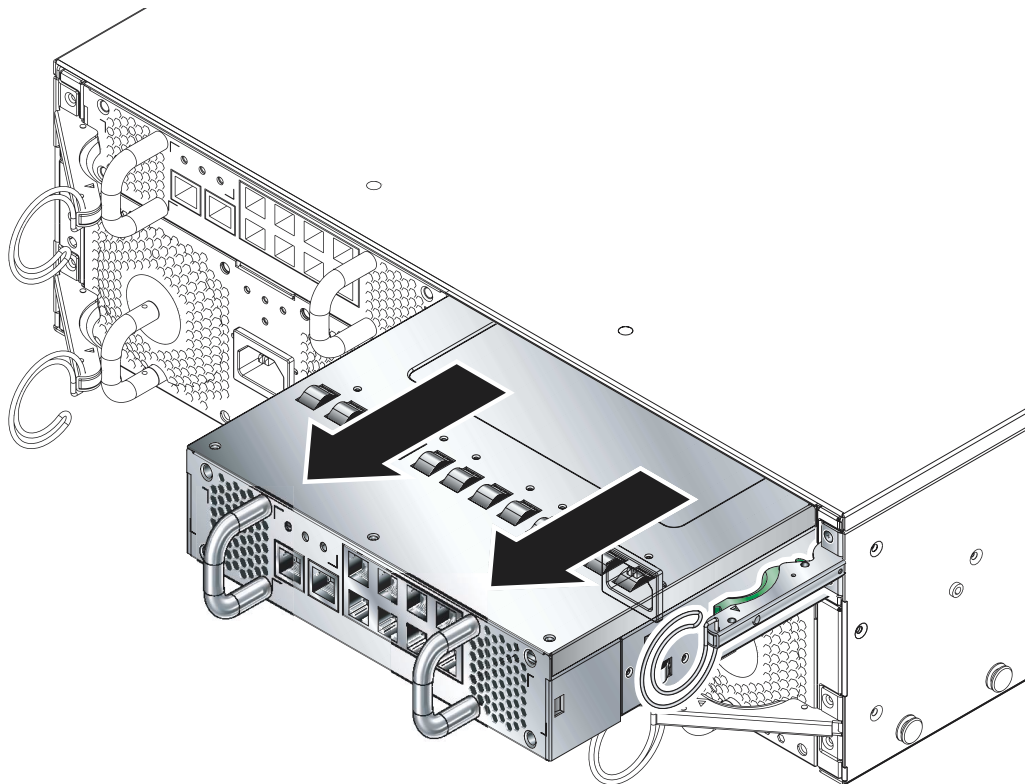

图 4-13 从系统机箱上拆下 SSC
3. 拖动接在 SSC 背面的垂直手柄，将 SSC 从系统机箱上拆下（图 4-13）。